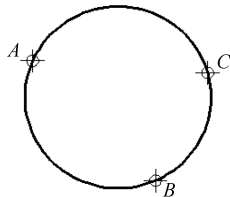

图 2-46 “三点”方式画圆
(4) “三点”方式画圆。通过指定圆周上任意三点绘制圆，如图 2-46 所示。